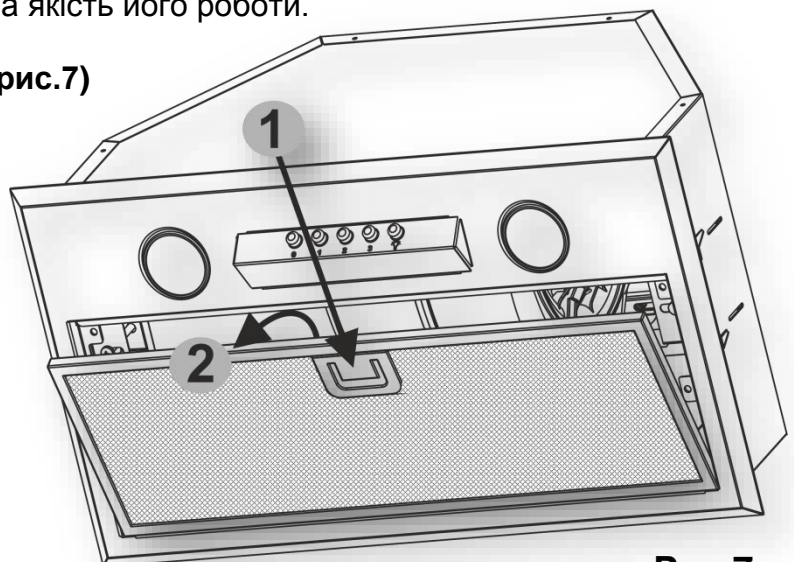

Рис.7
7.10 Для зняття алюмінієвого фільтра (рис.7)